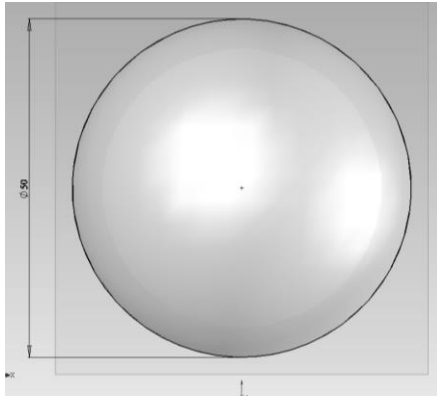

Рисунок 8.8 - Ескіз основи
- побудувати основу. Обрати «**Plane1**», увійти в ескіз та накреслити ескіз основи, прив'язавшись до центру раніше збудованого об'єкта, (рис. 8.8);
- обрати команду «Bends» на панелі інструментів «Sheet Metal». Задати радіус згину 3 мм і зафіксовану кромку або грань, по периметру якої пройдуть лінії згину, (рис. 8.8);